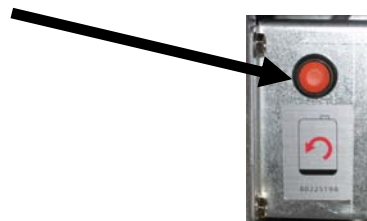

Figure 7
6. Appuyez **trois (3) secondes** sur le commutateur orange de réinitialisation du JIB pour réinitialiser le système de remplissage. (voir la Figure 7).